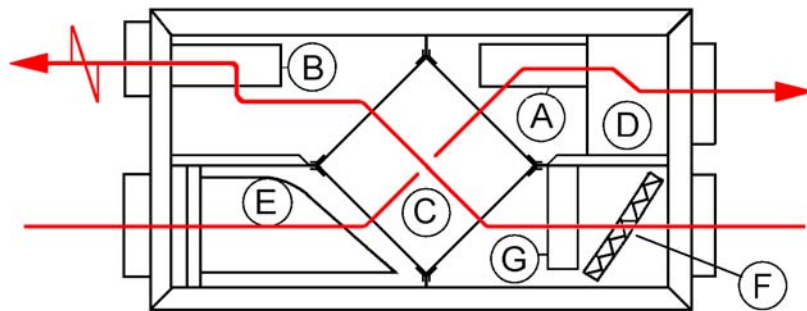

Рис.2 Fig. 2
Индикатор (11) указывает на необходимость замены фильтра наружного воздуха (E, Рис.2). Агрегат продолжит работать, но его эффективность значительно снизится, если его не заменить. Периодичность замены фильтров задается на контрольной панели (6,9,12 месяцев). См. Инструкцию по монтажу. Переустановите время работы фильтра после его замены (См. Обслуживание. Пункт 2).
Lamp signal (11) comes on when set operation time between changing of fresh air filter (E, fig. 2) has expired. The ventilation unit can still be operated, but the efficiency will be reduced if the filter is not replaced. Operation time (6, 9 or 12 months) between filter changes can be set on the control panel (see installation instructions). Reset operation time after having changed the filter (see MAINTENANCE, item 2 - Changing the inlet filter).
Note! The aluminium extract filter (F, fig. 2) must be cleaned as necessary (See "Maintenance").